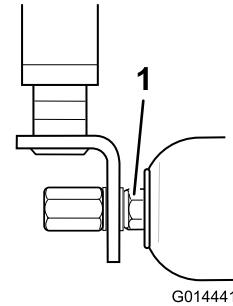

Figura 68
2. Si hay un movimiento excesivo, apriete con cuidado las tuercas de cada extremo del rodillo con la llave, justo lo suficiente para eliminar la holgura axial (Figura 68).